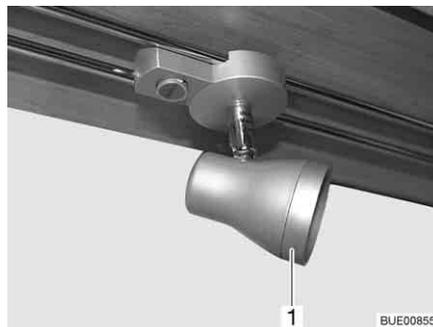

Fig. 278 Spot halogène (coulissant)
- Tourner la bague extérieure (Fig. 278,1) dans le sens inverse des aiguilles d'une montre jusqu'à ce qu'elle se détache du boîtier.